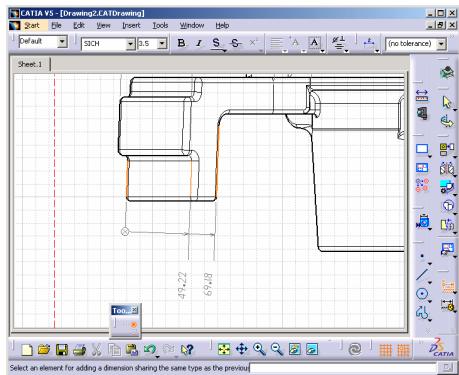

图 6-549
- » 步骤01 单击 Cumulated Dimensions 图标，单击要标注的起始边与第二边，接着第三边、第四边等如图 6-549 所示。